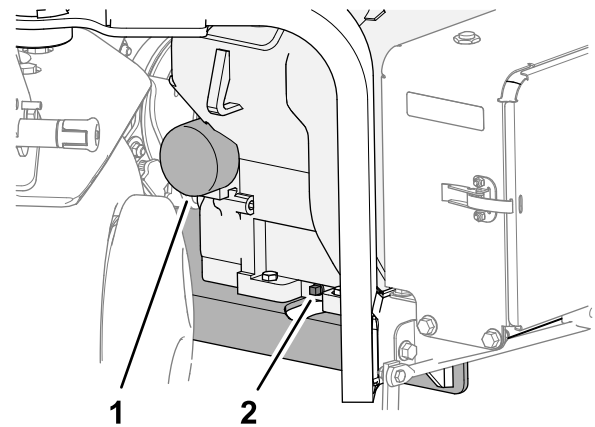

図 161
3. オイルドレンプラグの下に容器を置き、プラグを取り外す **図 161**。
1. フィルタの下に浅い廃油受けを置いてフィルタを外す 図 161。
6. ガスケットがアダプタ 図 161に当たるまで手で回してフィルタを取り付け、そこから更に $\frac{1}{2}$ 回転増し締めする。